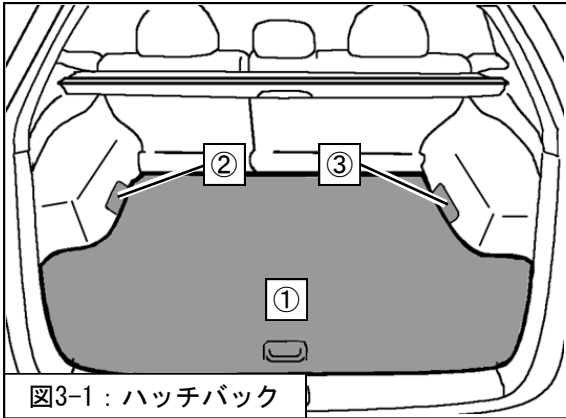
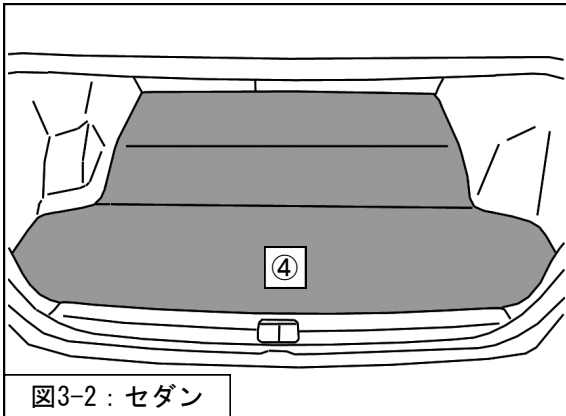

図3-1：ハッチバック
図3-2：セダン
- ①ハッチ内の内装
- ②左側サスペンションカバー
- ③右側サスペンションカバーを取外してください。（図3-1）
- ④トランク内の内装を取外してください。（図3-2）
を車両に取付けてください。(図3-2)
を車両に取付けてください。(図3-1)
本製品は、フロントサスペンションASSYがストラットタイプ、リアサスペンションASSYが標準タイプとなっています。リアの減衰力調整は、内装（図3-1・図3-2）を取外し、減衰力調整ダイヤル（同梱品）を使用して行ってください。